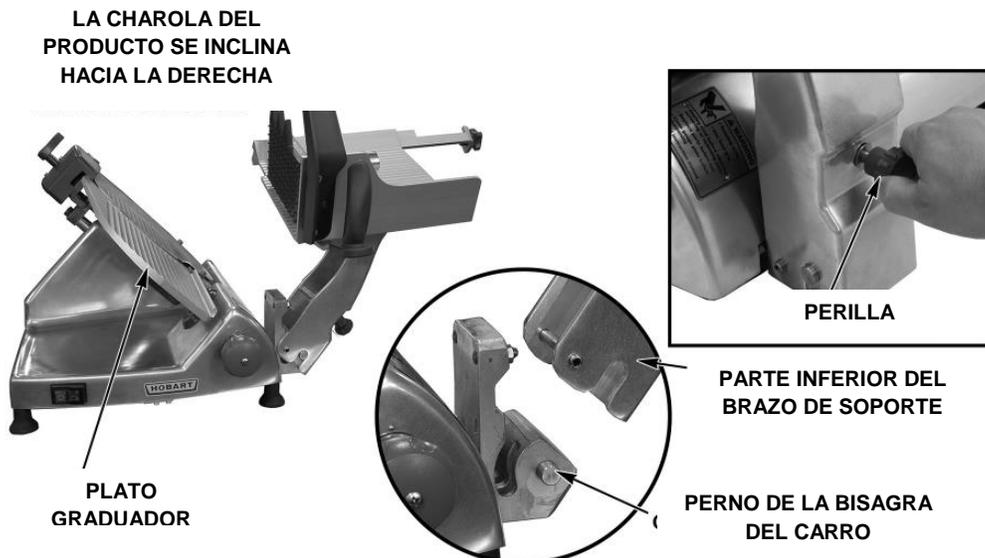

Fig. 14
- Baje la parte inferior del brazo de soporte en los pernos de la bisagra del carro (Fig. 14).